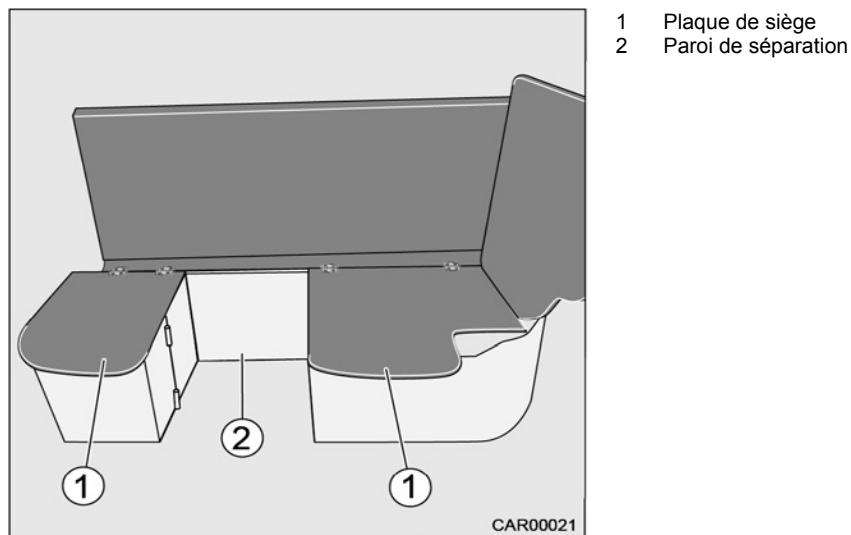

Fig. 31 Transformation du 5e siège
8. Retirer la paroi de séparation (Fig. 31/2) hors du socle au milieu du véhicule.
10. Rabattre les plaques de siège (Fig. 31/1).